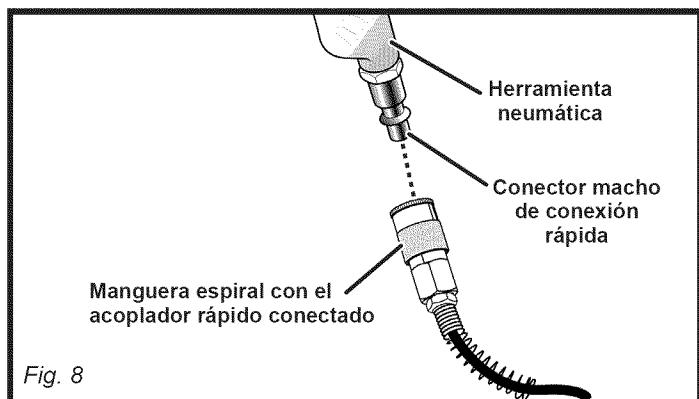

Fig. 8
- Conecte herramientas neumáticas a la manguera del aire introduciendo el conector macho de conexión rápida al racor rápido que hay en el extremo de la manguera (consulte la Fig. 8).